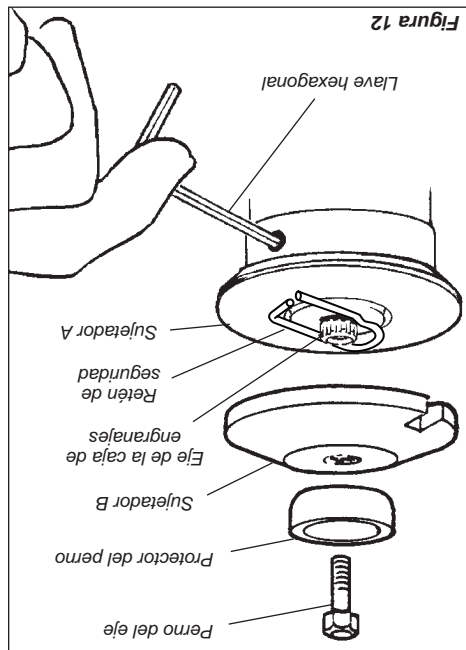

Figura 12
1. Alinee la muesca en el Soporte "A" con la muesca correspondiente en el borde de la caja de engranajes y luego asegure temporalmente el eje de salida insertando la llave hexagonal a través de ambas muescas. Consulte la figura 12.